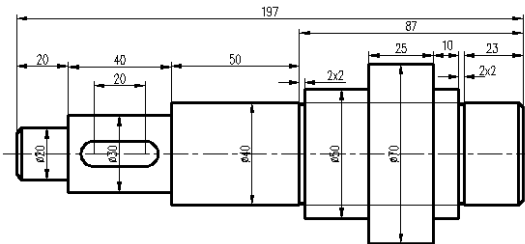

图 10-28 标注结果
- 16** 使用【线性】命令，标注图形的垂直尺寸，结果如图 10-28 所示。